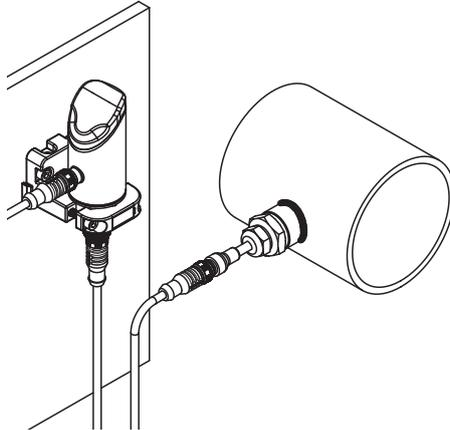

Abb. 6: Montage FS121...
- ▶ Leitungslänge des angeschlossenen Strömungssensors angeben (siehe Abb. 6 und Parameter CLEn).